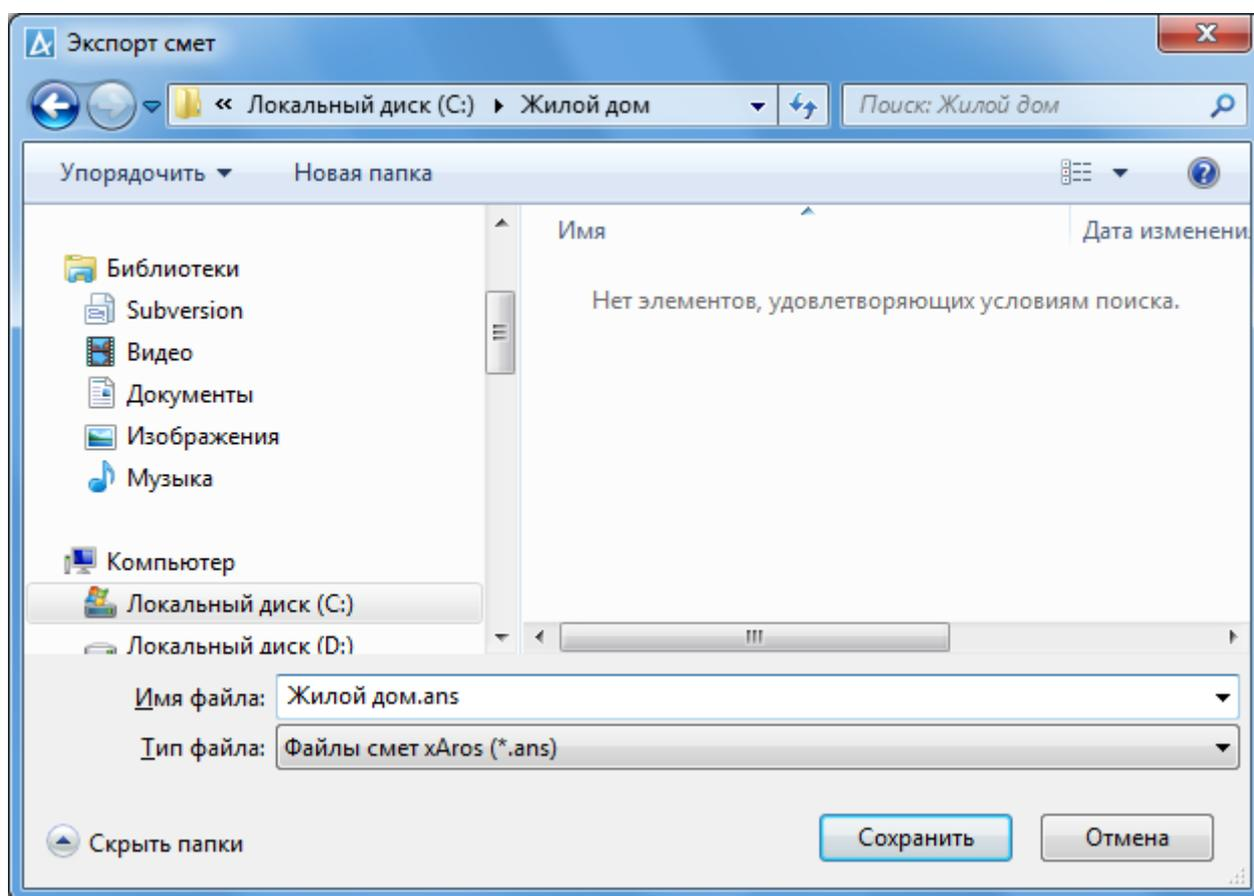

Рис.4.36. Экспорт смет
- В панели инструментов окна «Сметы» щелкнуть мышью по кнопке **Сохранить**  или выбрать эту команду из контекстного меню: открывается окно «Экспорт смет» (рис. 4.36).
На рис. 4.36 приведен пример сохранения сметы «Жилой дом», которую предполагается перенести на другой компьютер.
В примере на рис. 4.36 файл переносимой сметы получит имя «Жилой дом.ans».